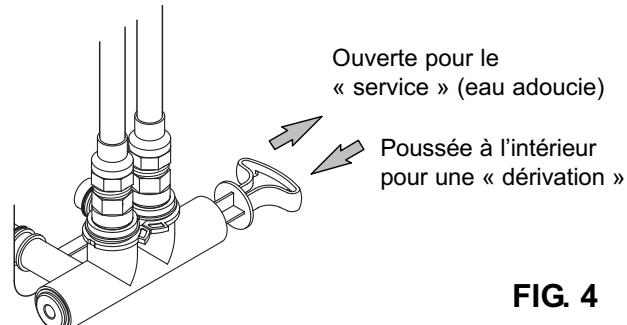
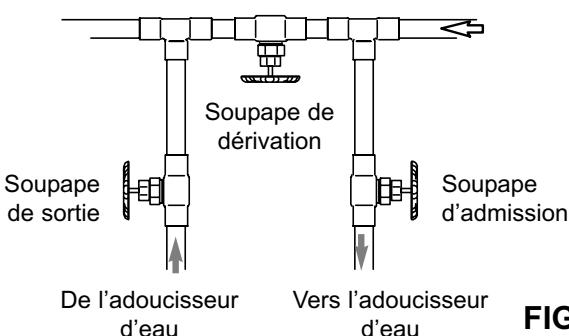

FIG. 4
FIG. 5
Installez une soupape de dérivation simple (inclusa), de la manière illustrée à la figure 4, ou, si telle est votre préférence, le système de dérivation à trois robinets (pièces non incluses) en vous reportant à la figure 5. Les robinets de dérivation vous permettent de couper l'eau alimentant l'adoucisseur, au besoin, pour effectuer des travaux d'entretien tout en continuant d'avoir de l'eau dans les tuyaux.
2. Placez la soupape de dérivation (simple ou à trois robinets) en position de « dérivation ». Voir les figures 4 et 5.